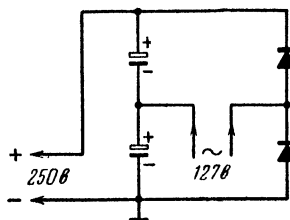

Рис. 6. Схема двухполупериодного выпрямителя с удвоением напряжения.
**Н.** — А не стоит ли мне переделать выпрямитель, применив схему удвоения напряжения, в которой выпрямляются оба полупериода (рис. 6)?